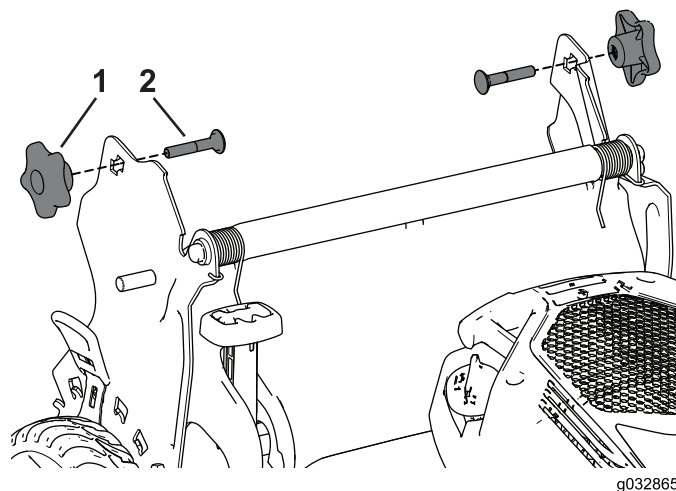

Figura 33
3. Inserte el perno de cuello cuadrado (con la cabeza del perno hacia el interior) a través del soporte del manillar y del orificio superior del extremo del manillar. Asegúrese de que los bordes cuadrados de cada perno de cuello cuadrado entre en el orificio cuadrado superior o inferior de su soporte del manillar relacionado (Figura 33).